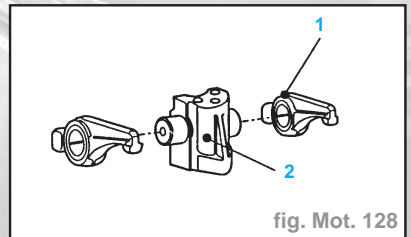

fig. Mot. 128
- Contrôler le diamètre du support de culbuteur (2) à l'aide d'un micromètre (fig. Mot. 128).